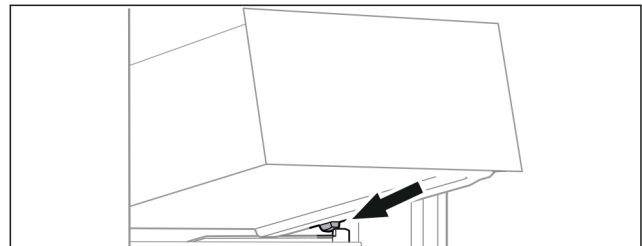

Fig. 76
- Applicare il cassetto inclinandolo dietro i fermi sulla nervatura del contenitore. (vedere Fig. 76)